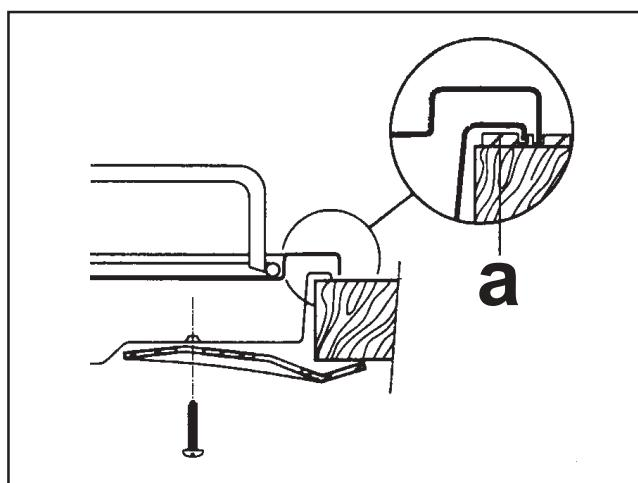

Fig. 11
- 3. Fixar la encimera con las escuadras (Fig. 11).